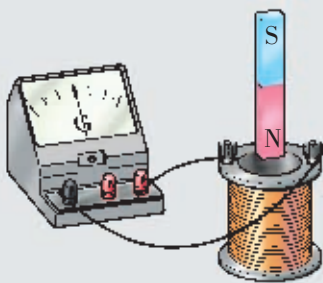

图 1-25
7. 图 1-25 所示的实验装置也可以用来探讨感应电流的方向。请与同学讨论设计实验方案, 进行实验, 并分析归纳实验中所收集到的信息。